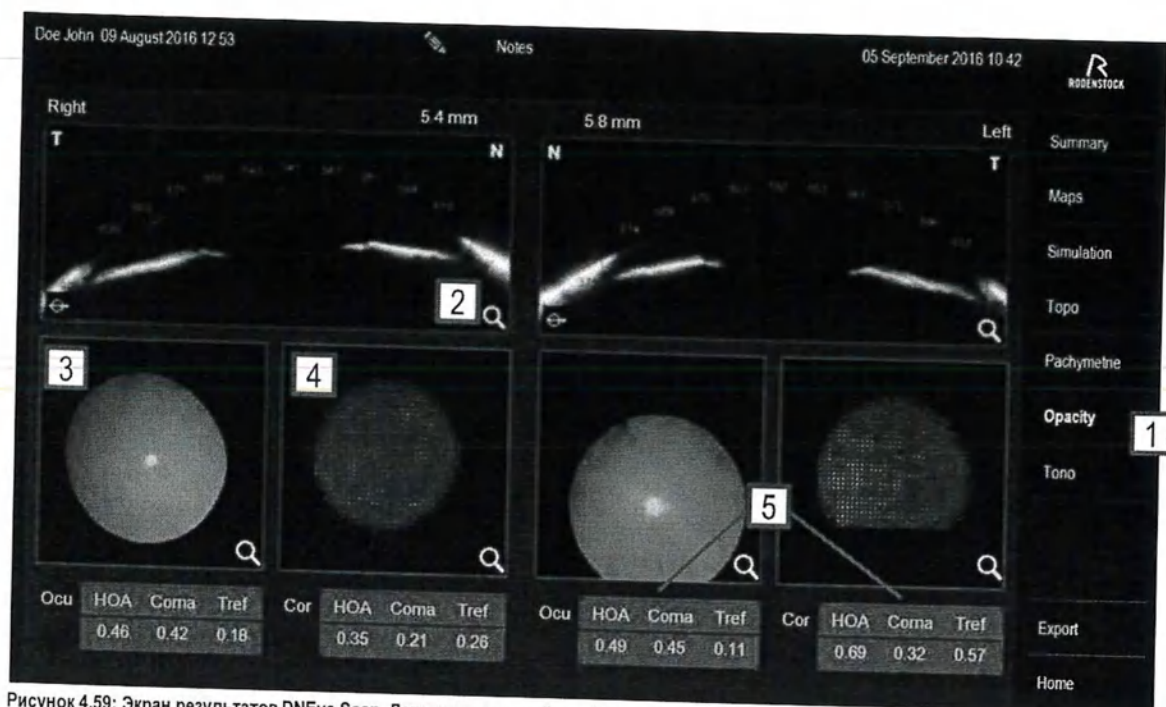

Рисунок 4.59: Экран результатов DNEye Scan. Детализированный вид "Непрозрачность": Результаты исследования степени помутнения оптических сред правого глаза
После нажатия на кнопку "Непрозрачность" (1), вы увидите следующую картину (см. Рисунок 4.59).